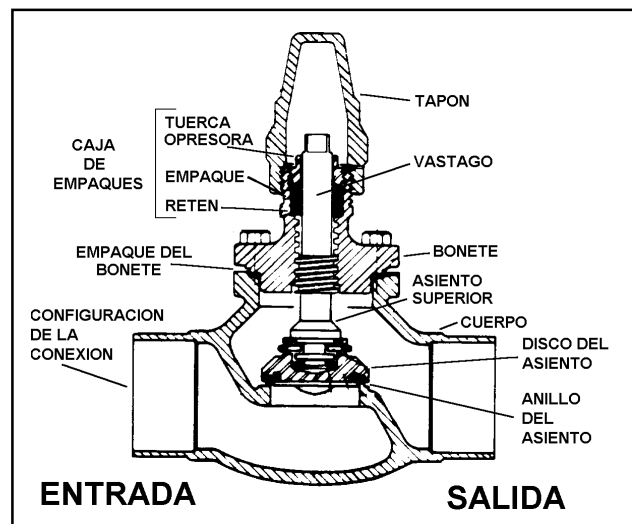
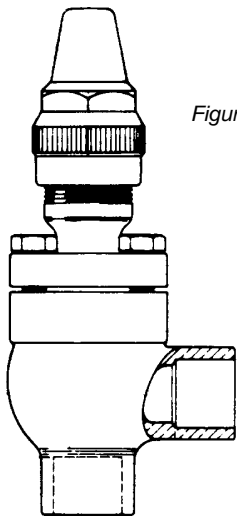

Figura 8.1 - Válvula de paso tipo globo típica.
Figura 8.2 - Válvula de paso tipo globo angular.
de paso que más comúnmente se utilizan en refrigeración, son las de tipo globo. Existen dos tipos de válvulas de globo: con empaque y sin empaque. Las válvulas de paso deben ser de un diseño que evite cualquier fuga de refrigerante. En la figura 8.1, se muestra una válvula de paso típica con empaque, con diseño de globo, recta, y en la figura 8.2, se muestra una válvula de globo angular. Puesto que los refrigerantes son difíciles de retener, las válvulas con empaque generalmente están equipadas con tapones de sellamiento. Algunos de estos tapones están diseñados para que al quitarlos, sirvan de herramienta para abrir o cerrar la válvula.
Los bonetes pueden ser atornillados (figura 8.1) o roscados (figura 8.3). Esta designación se refiere al método de fijarlo al cuerpo de la válvula. Los diseños roscados se usan generalmente en válvulas hasta de una pulgada (25.4 mm). Los bonetes atornillados, como su nombre lo implica, utilizan tornillos para fijarlos al cuerpo. Generalmente se usan cuatro tornillos, aunque pueden ser más.
**Vástago** - Esta es la parte mediante la cual se opera la válvula. Este transmite una fuerza que imparte movimiento al disco del vástago, cerrando o abriendo la válvula. Puede ser operado por una llave (figura 8.1) o por un volante (figura 8.3). La clase de vástagos mostrados en estas figuras son del tipo que se elevan; esto es, al abrir la válvula el vástago sube. Al cerrar la válvula, el vástago baja hacia el cuerpo de la misma. Existen válvulas que emplean un sistema con vástago que no se eleva externamente, y se le llama simplemente diseños de vástago no saliente.
Al cambiar los empaques o anillos "O", asegúrese de haber reducido la presión del sistema hasta 0 psi (101.3 kPa). Algunas válvulas se fabrican con vástago con asiento superior (doble asiento), lo que permite reempacar las válvulas bajo presión en la línea (ver figura 8.1). Debe saberse qué tipo de empaque tiene la válvula antes de proceder a reempacar.